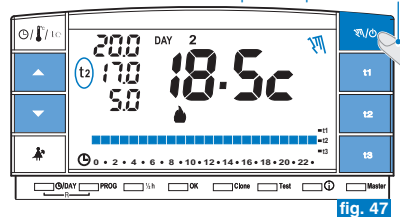

fig. 47
- Mantenere premuto il tasto "☉/1/1c" (circa 4 sec.), il simbolo "☉" diventa fisso. Il livello di temperatura in corso è applicato a tutte le ore del giorno (es. fig. 47).